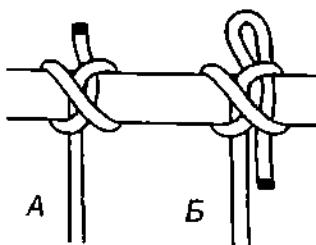

Рис. 629. А – констриктор; Б – быстроразвязывающийся констриктор.
**Констриктор** очень древний узел. Название узла досталось нам от древних римлян, которые метко подметили основное свойство узла, назвав его *constrictor*, что в переводе с латинского языка означает «стягивающий», «сжимающий», «сдавливающий». Завязанный и затянутый **констриктор** остаётся тугим и нисколько не ослабевает, он продолжает стягивать и не отпускает опору, подобно обвивающему свою жертву удаву (629 А). **Констриктор** не боится переменной нагрузки и резких рывков. Если **констриктор** завязан тонкой верёвкой, то узел легче разрезать, чем развязать. Обычно, **констриктор** не развязывают, он вяжется только один раз. **Быстроразвязывающийся констриктор**, пожалуй, лучший узел для завязывания мешков и свёрток (рис. 629 Б).